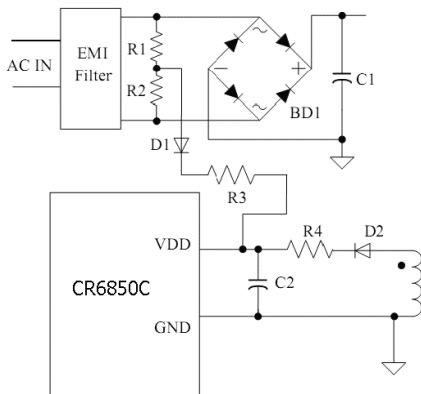

图 1.2.1 整流前启动
- 1) 整流滤波前启动的方式，其启动电路见图 1.2.1 所示;